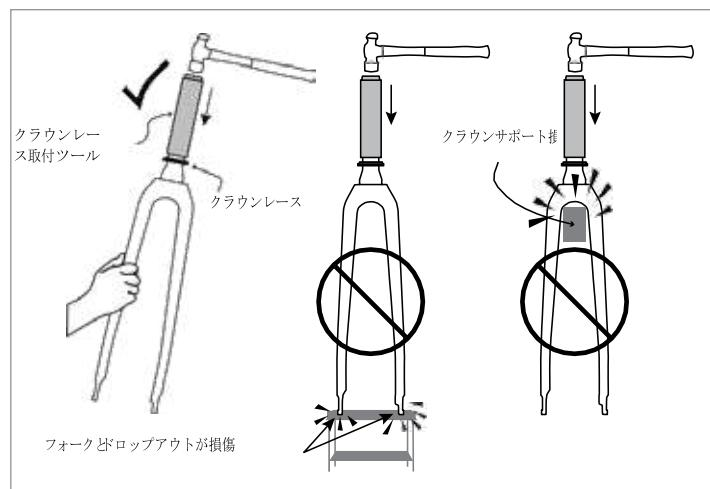

図 2
▲警告: ドロップアウト端を地面につけてフォークを立てないでください。またはクラウンレース取り付け中にクラウン部分でフォークを支えないでください。フォークが損傷する恐れがあります(図 2)。
- A. 片手でフォークを支えながら(図2)、スターナット取付ツールとハンマーを使って新しいスターナットを取り付けます(図10)。